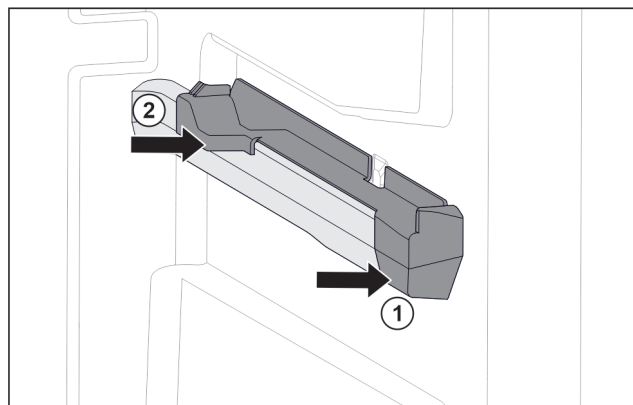

Fig. 154 Nasazovací díl na pravém žebrování na nádoby
- Nasadte nasazovací díl na žebrování na nádoby. Fig. 154 (1)
- Přitlačte nasazovací díl k zadní části. Fig. 154 (2)